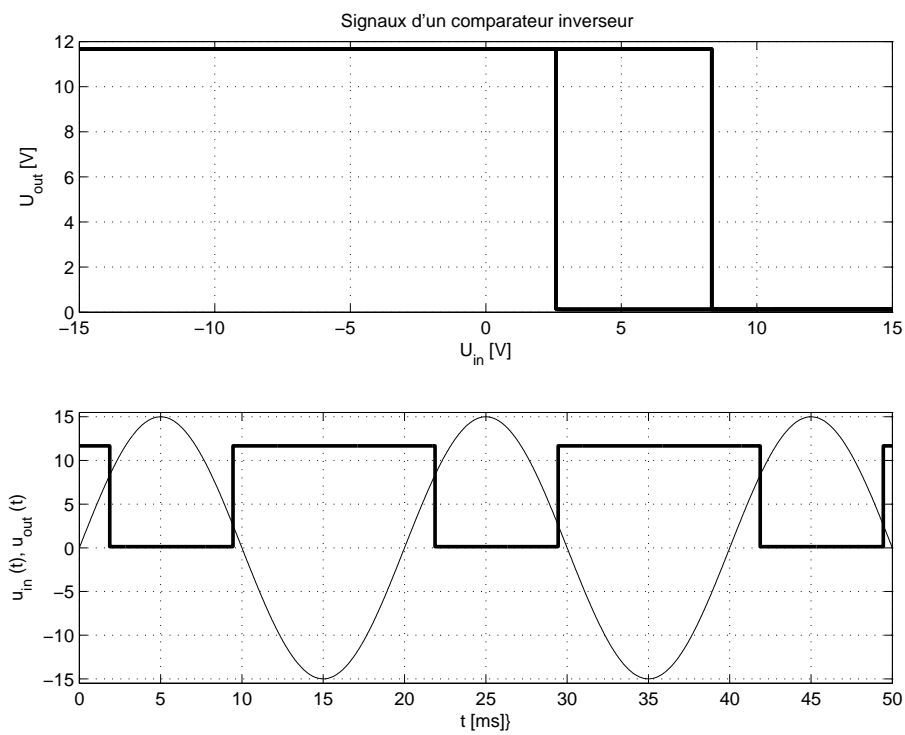

FIG. 6.6: Caractéristique de transfert et signaux temporels
2. La caractéristique de transfert et les signaux temporels sont représentés dans la figure 6.6.